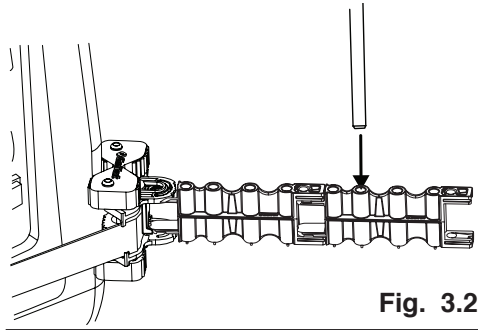

Fig. 3.2
- f. Verifique los brazos extensores; las varillas de la estructura deben estar completamente asentadas en los orificios de las varillas de la estructura. (Fig. 3.2) Los brazos extensores exhibirán una ligera inclinación hacia arriba; esto se debe a la fuerza que les aplican las varillas de fibra de vidrio.